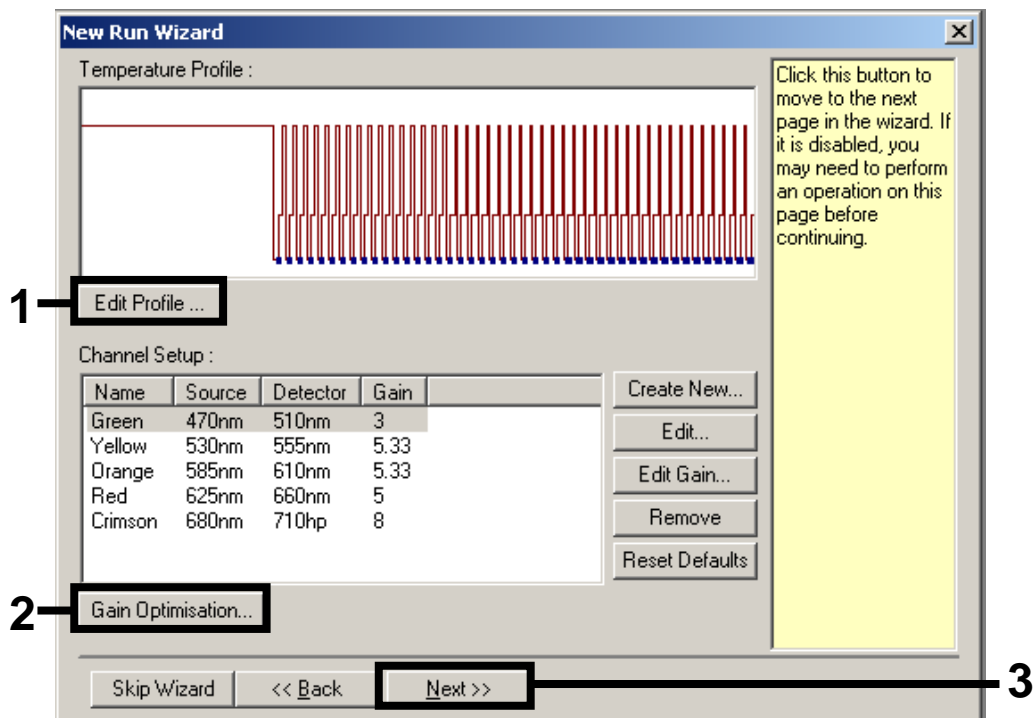
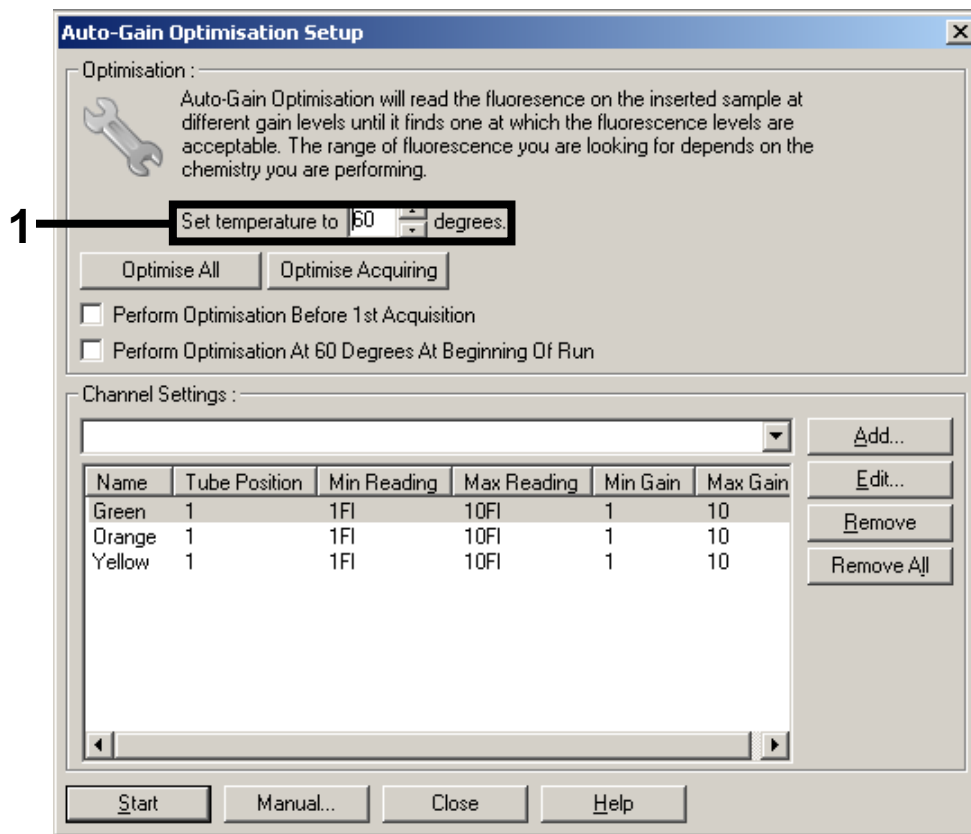

Figura 3. Modifica del profilo.
Figura 6. Regolazione della sensibilità del canale di fluorescenza.
7. Cliccare sul pulsante "Edit Profile" (Modifica profilo) nella successiva finestra di dialogo "New Run Wizard" (Figura 3). Programmare il profilo termico come indicato nella Tabella 1, utilizzando come guida le videate illustrate nelle Figure 3-5.
8. Il range di rilevazione dei canali di fluorescenza deve essere determinato in base all'intensità della fluorescenza nelle provette per PCR. Cliccare su "Gain Optimisation" (Ottimizzazione gain) nella finestra di dialogo "New Run Wizard" (vedere Figura 3, pag. 3) per aprire la finestra di dialogo "Auto-Gain Optimisation Setup" (Setup ottimizzazione auto-gain). Impostare la temperatura di calibrazione su 60 per farla coincidere con la temperatura di annealing del programma di amplificazione (Figura 6).